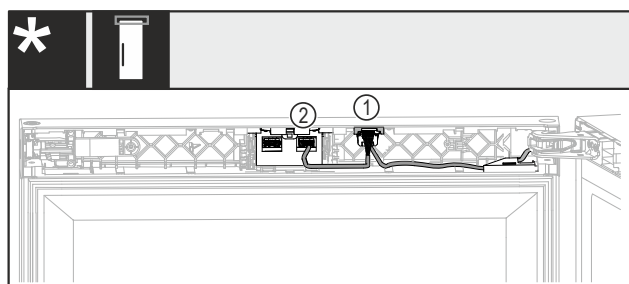

Fig. 44 Bez brave ili s mehaničkom bravom*
- Ugurajte utikač s oba kabela Fig. 44 (1) u vodilicu.*
- Uglavite utikač s jednim kabelom Fig. 44 (2) u desno gnijezdo.*